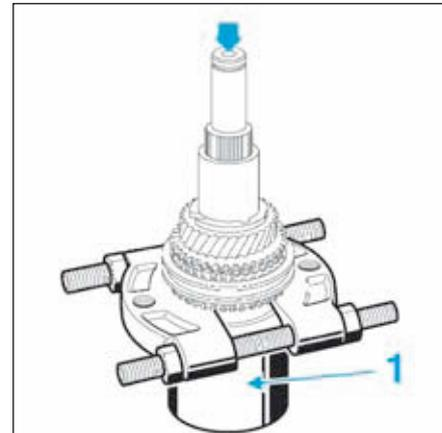

FIG.26
- A l'aide d'un décolleur et d'un mandrin (1) de diamètre approprié indice "L" faisant parti du coffret [2], déposer à la presse l'ensemble «bagues - pignons - moyeux» en prenant appui sous le pignon de 5^e (Fig.26).